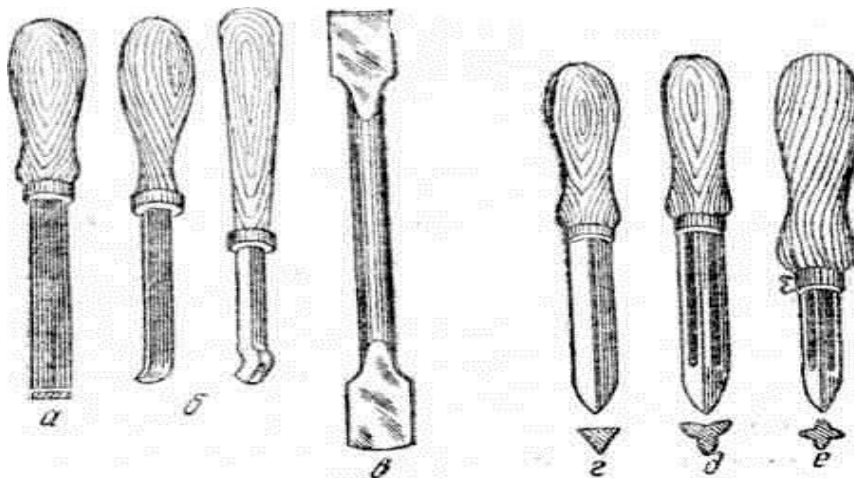

Рис.2
9. Определить тип шабера, изображенных на рис. 2